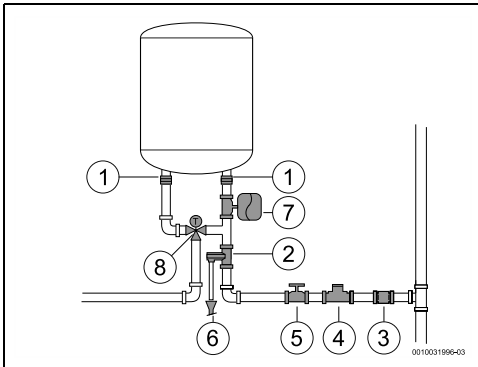

fig. 14
- ▶ Rekomandohet instalimi i një valvule termostatike (Fig. 14, [8]) në tubin e daljes së pajisjes nëse përdoren tuba PEX. Ky duhet rregulluar për të përkuar me rendimentin e materialit të përdorur.
- Asnjëherë mos instaloni asnjë aksesor (përveç atyre të treguar në Fig. 14) midis valvulës së çlirimit të presionit dhe hyrjes së ujit të ftohtë (në anën e djathtë) të pajisjes.
- instaloni një reduktues presioni (Fig. 14, [4]). Valvula e çlirimit të presionit do të aktivizohet sa herë që presioni në pajisje është mbi 8 bar ( $\pm 1$  bar), për të cilën arsye është e nevojshme të planifikohet një mënyrë për shkarkimin e këtij uji.
- instaloni një enë zgjerimi (Fig. 14, [7]) për të ndaluar hapjen e shpeshtë të valvulës së çlirimit të presionit. Ena e zgjerimit të vullmit duhet të jetë e barasvlershme me 5% të vullmit të pajisjes.